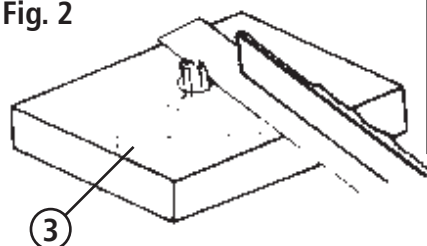

Fig. 3
zogen werden (Fig. 3). Der neue Stelldraht wird in die Halterungshälfte eingelegt und wieder in den Stellhebel eingedrückt.
tor lever (fig. 3). The replacement wire is placed into the holder and pushed back into the activator lever.
retire du levier de commande le support du fil de commande (7), voir fig.3), le nouveau fil de commande est à insérer au support qui s'encliquette ensuite au levier de commande.